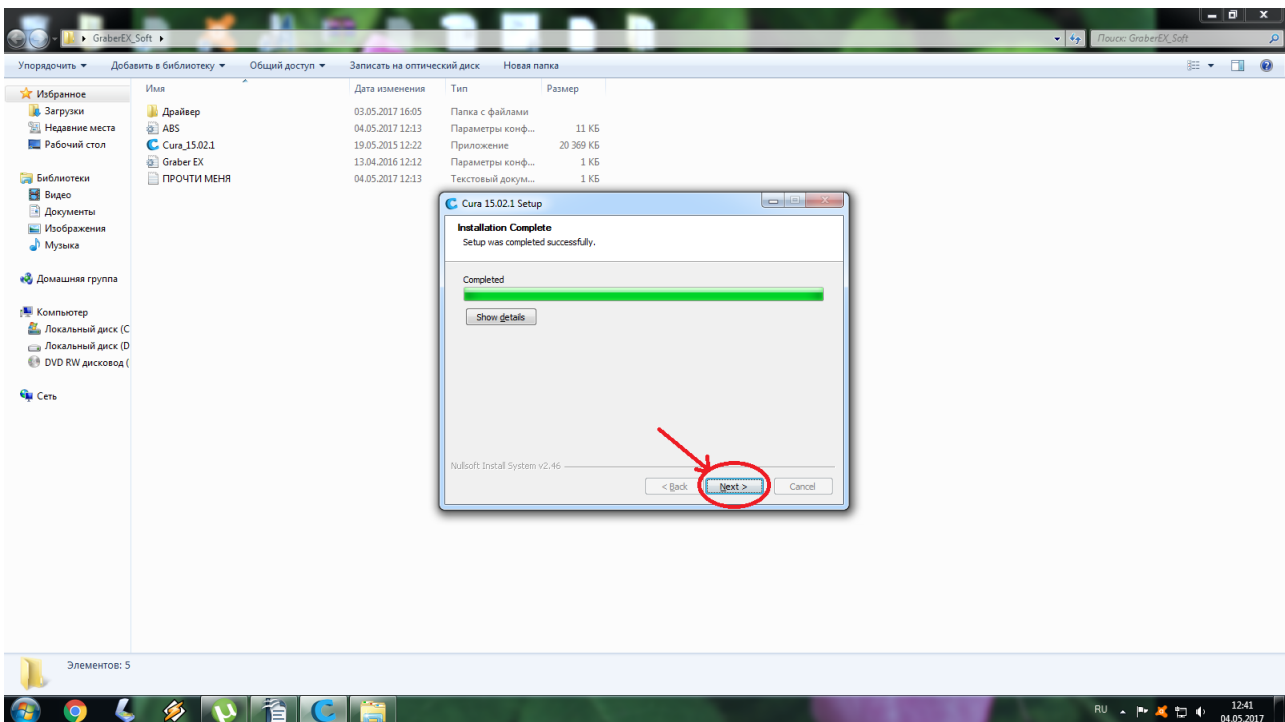

Рисунок 10. «NEXT»
10) Нажмите кнопку «NEXT», рисунок 10